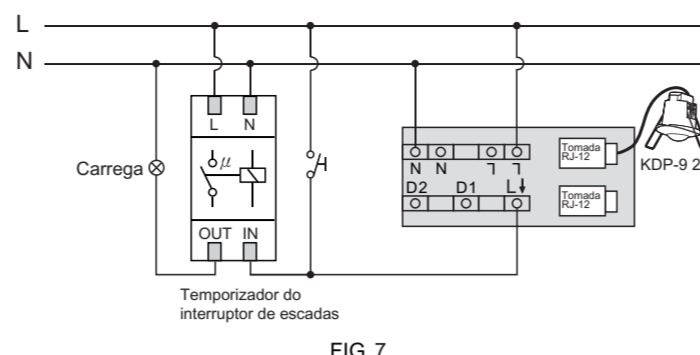

FIG. 7
- O modelo KDP-9 2C controla o temporizador do interruptor de escadas (a hora1 deve ser definida para $\sqrt{1}$ s.) (Ver FIG. 7)